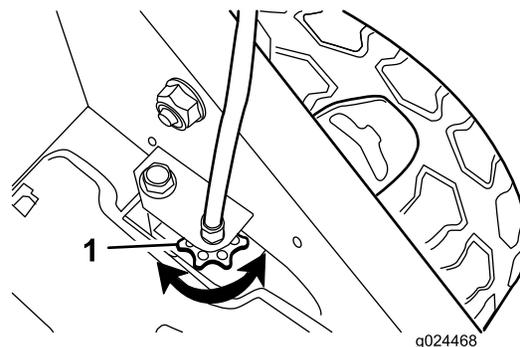

Рисунок 28
- Если колеса не вращаются, когда вы приводите в действие штангу управления самоходным приводом, ремень тяги натянут слишком слабо. Поверните ручку управления приводом колес (Рисунок 28) по часовой стрелке на один оборот и повторите действия, описанные в пунктах с 4 по 6.
- Если колеса начинают вращаться до того, как вы полностью прижмете штангу управления самоходным приводом к рукоятке, ремень тяги натянут слишком сильно. Поверните ручку управления приводом колес (Рисунок 28) против часовой стрелки на один оборот и повторите действия, описанные в пунктах с 4 по 6.